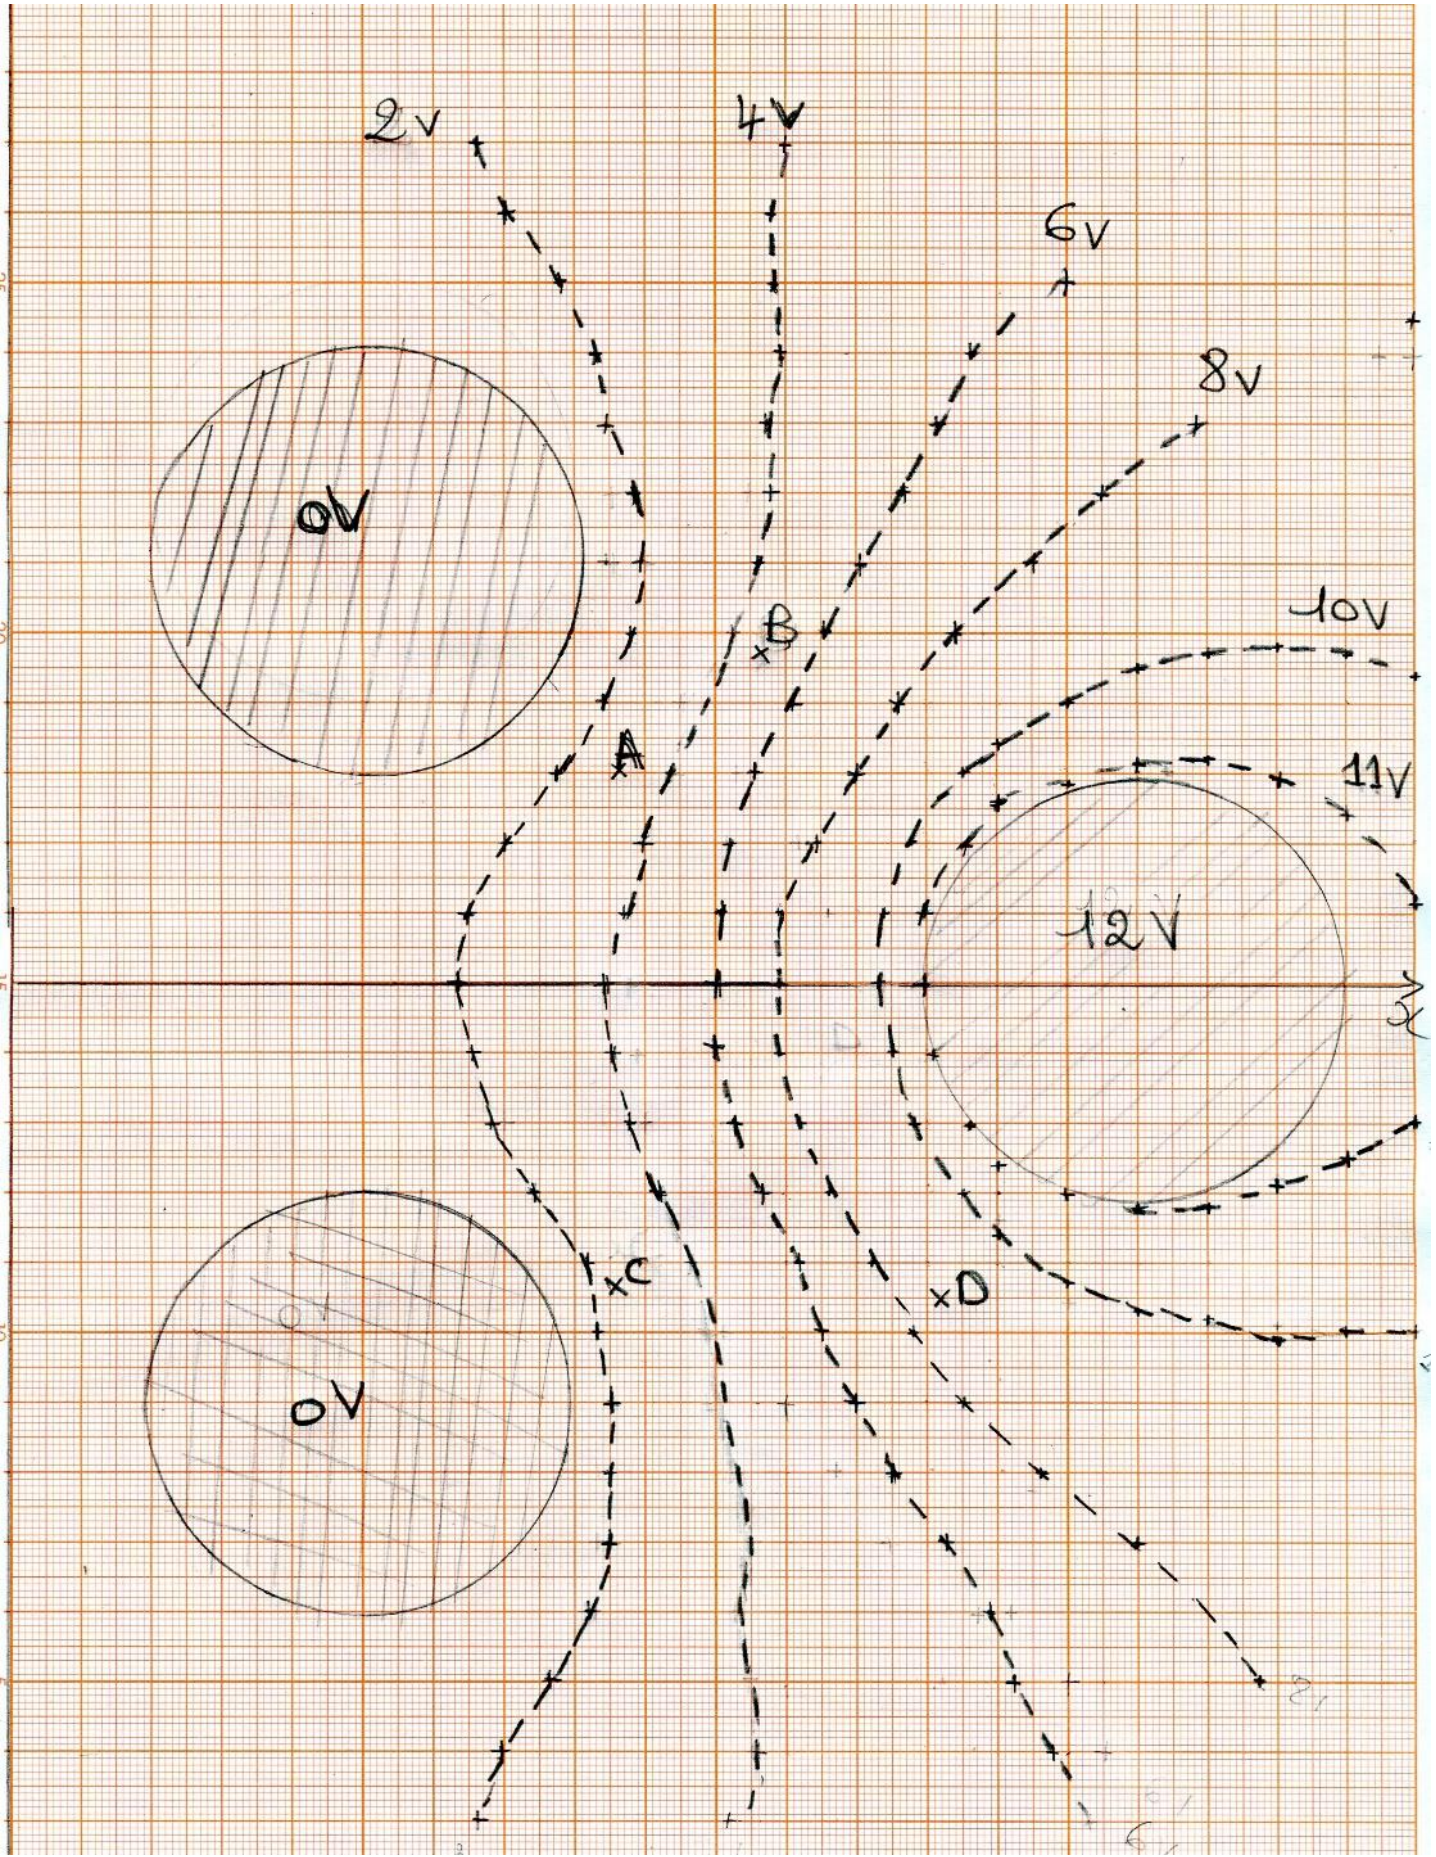

Figure 3
A) La figure ci-dessous (Figure 3) représente la cartographie des équipotentiels réalisée dans le laboratoire des travaux pratiques de physique 2 à partir d'une cuve rhéographique.
- 2- Décrire qualitativement la figure 3 représentée ci-dessous.
- 3- Tracez les lignes de champ qui passent par les points A, B, C et D (voir figure 3 page 5/5).